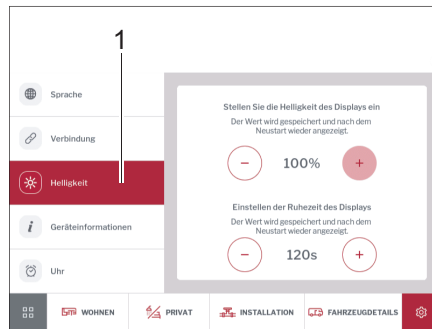

Fig. 272 Luminosità
- Digitare il pulsante *Luminosità* (Fig. 272,1).